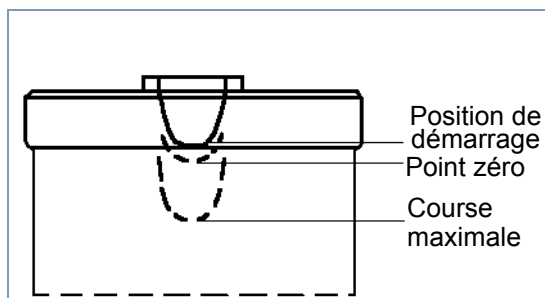

Fig. 4 Point Zero
- Détecter le point zéro (point de pression) en appuyant lentement le poussoir (voir la fig. 4)